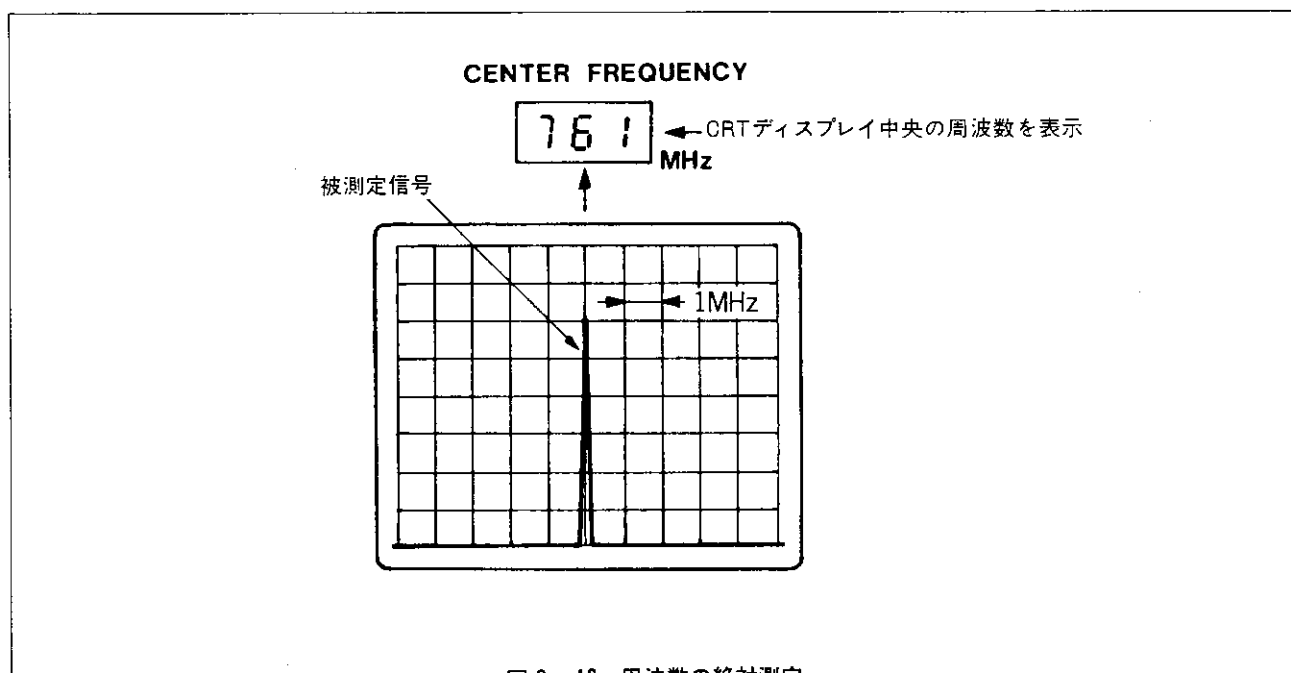

図2-13 周波数の絶対測定
c) 測定したいスペクトラムがCRTディスプレイの中央 CENTER にくるように TUNING つまみで調整します。この時の CENTER FREQUENCY の表示が被測定信号の周波数となります。誤差は ± 10 MHzです。〔図2-13〕